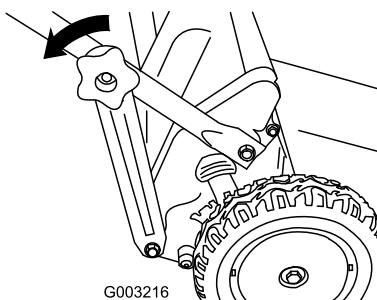

Figure 16
1. Retirez les boutons de fixation des supports aux extrémités de la partie inférieure du guidon (Figure 16).